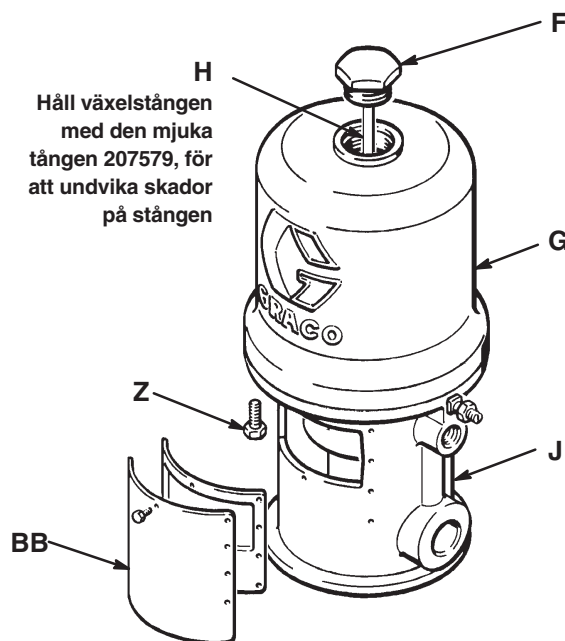

Fig. 2
3. Tryck för hand upp kolvstången till översta läget. Skruva loss cylinderlockmuttern (F) från cylindern (G). Dra uppåt i lockmuttern. Ta tag i växelstången (H) med den mjuka tången 207579 och skruva bort lockmuttern från växelstången. Se Fig. 2.
4. Skruva bort de åtta skruvarna (Z) som håller cylindern (G) på fästet (J). Dra försiktigt cylindern *rakt upp* av kolven. Se Fig. 2.